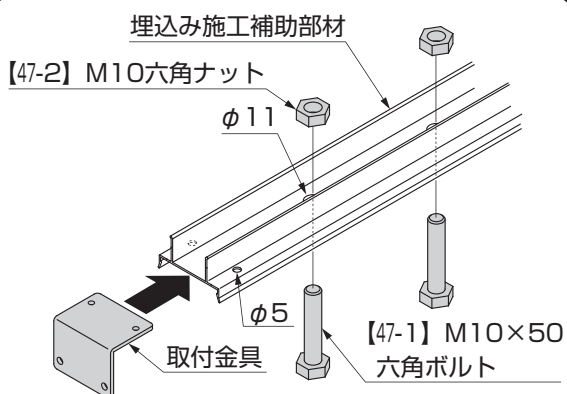

図12-9
- ④埋込み施工補助部材 ($\phi 11$ 下穴) に【47-1】を差込み【47-2】で締付けてください。(図12-9参照)
⑤埋込み施工補助部材に取付けた【47-1】を、デザイン格子15×88下部の穴に差込んでください。